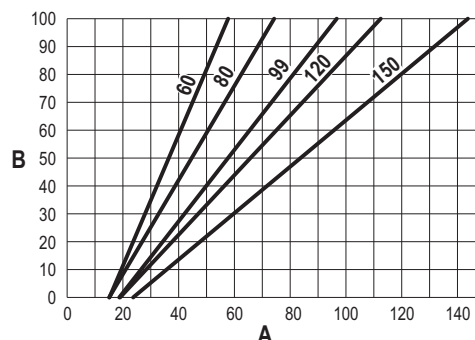

fig. 75
- Premere i **tasti contestuali 1 e 2** per aumentare o diminuire la portata termica (minima = 00 - Massima = 100). Vedi diagramma "Regolazione Portata Termica" (fig. 75).